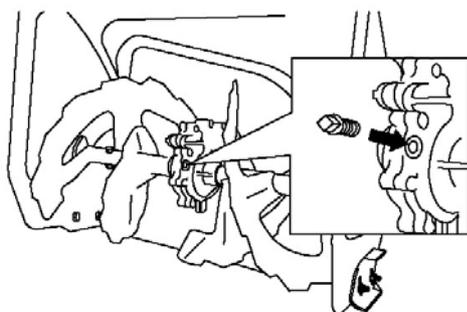

Рисунок 49.
2. Очистите поверхность вокруг заливной пробки (Рис. 49).